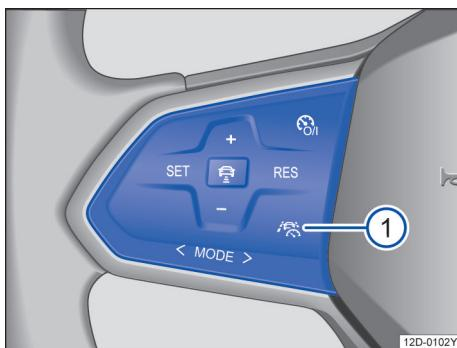

图 122 多功能方向盘左侧：操作半自动驾驶辅助系统 (Travel Assist) 的按钮
如果在多功能方向盘上有→图 122 ① 按钮，则说明车辆具有半自动驾驶辅助系统 (Travel Assist)。
- 按压多功能方向盘上的按钮→图 122 ①。
- 频繁按压按钮→图 122 ①，直到在组合仪表显示屏中选择了半自动驾驶辅助系统 (Travel Assist)。
1. 频繁按压按钮→图 122 ①，直到在组合仪表显示屏中选择了所需的系统。